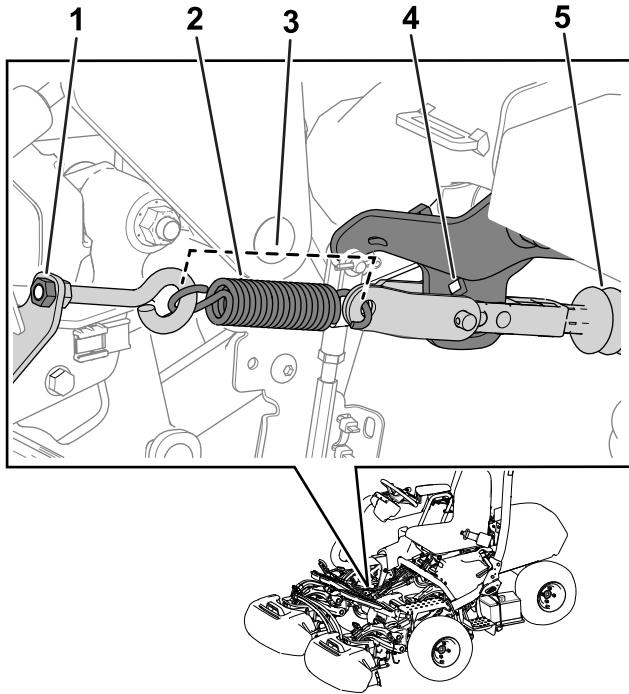

Figura 30
Nota: Consulte la Figura 30 para conocer el procedimiento.
5. Alivie la tensión del muelle aflojando la tuerca que sujeta el cáncamo al soporte del muelle (Figura 30).
3. Instale el muelle según se muestra en Figura 30.
4. Apriete la tuerca del cáncamo, de modo que la longitud del muelle sea de 11,4 cm cuando se instale (Figura 30).